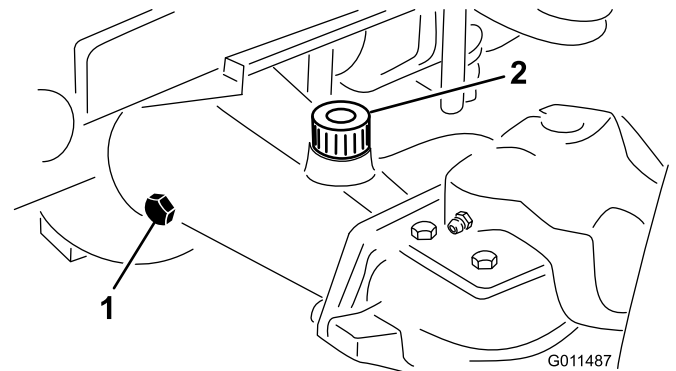

Bild 61
2. Entfernen Sie die Prüfschraube aus einem Ende der Achse und stellen sicher, dass das Fett die Unterseite des Lochs erreicht (Bild 61).